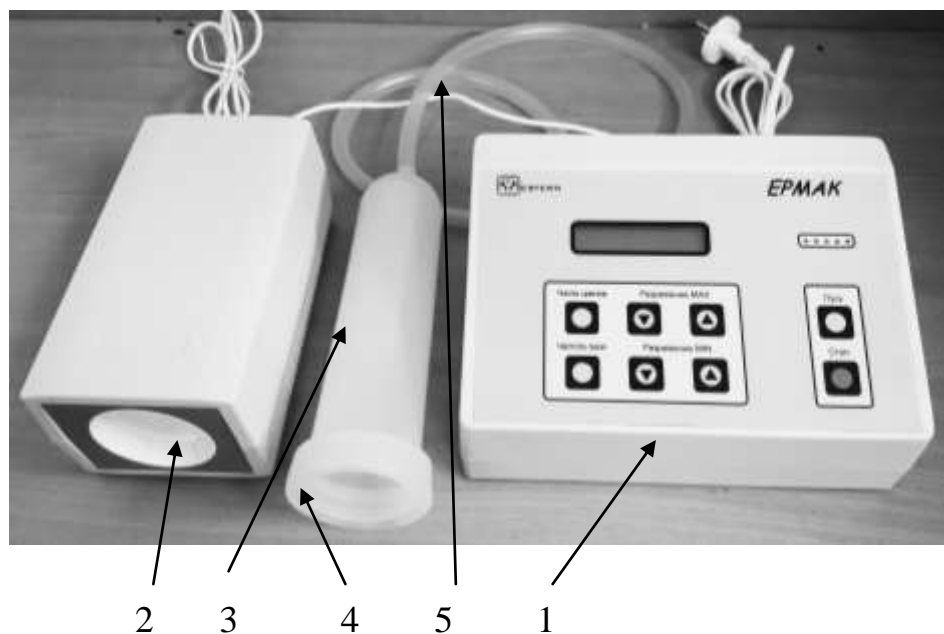
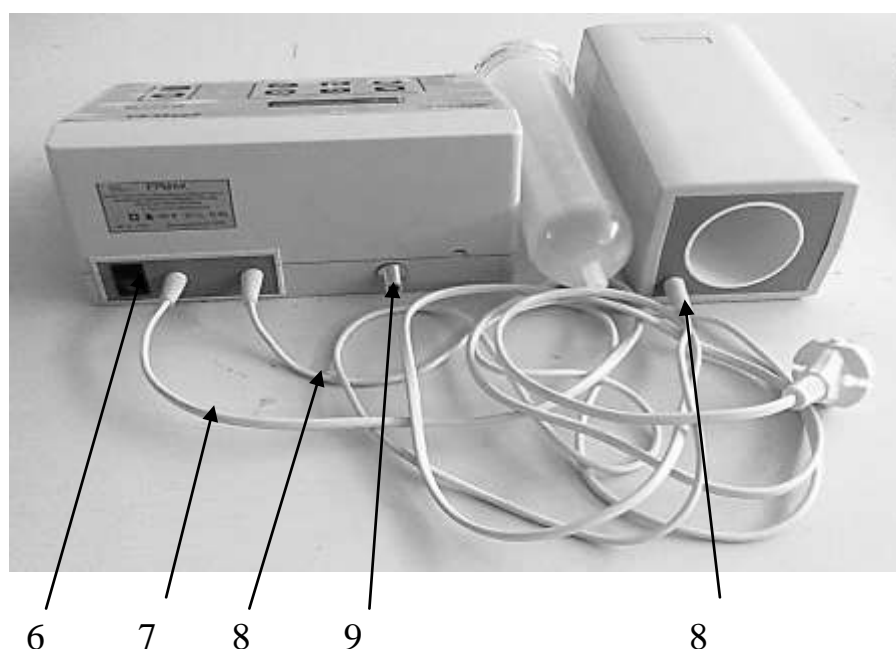

Рис. 1. Аппарат «ЕРМАК». Вид спереди
Рис.2 Аппарат «ЕРМАК». Вид сзади.
1.7.1 Вид спереди аппарата приведен на рис. 1, вид сзади – на рис.2.